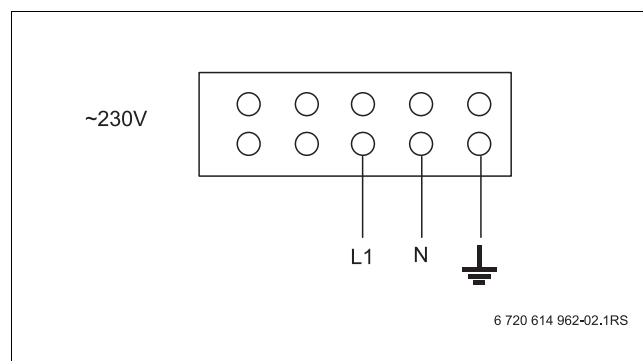

Fig. 9 Borne de raccordement de l'élément chauffant électrique
- ▶ Connecter le relais de l'installation CESI électrosolaire (non comprise dans la livraison du préparateur d'ECS) en amont de la borne de raccordement de l'élément chauffant électrique (→ fig. 9).